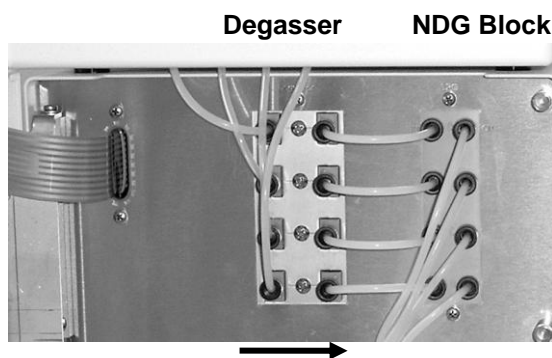
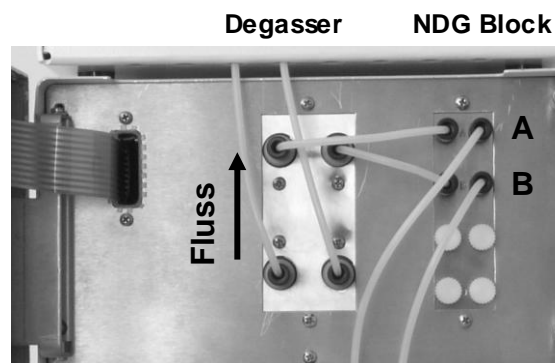

Abb. 6 Installation der Schlauchverbindungen, analytische Version
Abb. 7 Installation der Schlauchverbindungen, semipräp. Version
Abhängig vom Degassermodell (analytisch oder semipräparativ) stehen 4 bzw. 2 Kanäle zur Entgasung der mobilen Phase zur Verfügung. Hinter der Fronttür des Smartline Managers 5050 befinden sich in der Mitte die Anschlüsse zu den Degasserkammern. Jede Degasserkammer verfügt über einen Ein- und Ausgang. Bei der analytischen Degasserversion sind 4 Degasserkammern integriert, so dass bis zu 4 verschiedene Lösungsmittel gleichzeitig entgast werden können. Ein Richtungspfeil gibt den eindeutigen Anschluss der Kammern vor. Bei der analytischen Version werden die Kammern einzeln horizontal von links nach rechts angeschlossen, bei der semipräparativen Version werden beide Kammern vertikal von unten nach oben angeschlossen (siehe Abb. 6 und Abb. 7) Wird eine Degasserkammer nicht benutzt, so sollten die mitgelieferten Verschraubungen den Ein- und Ausgang der entsprechenden Kammer verschließen.
5. Schrauben Sie den Schlauch mit der blauen 1/4-28 Verschraubung in die Eingangsöffnung der Degasserkammer (vorzugsweise in den obersten Eingang = A). Die Verschraubung sollte nur per Hand angezogen werden. Dabei ist darauf zu achten, dass die Verschraubung nicht überdreht wird, was zu Beschädigungen und Undichtigkeiten führen kann. Je nachdem, ob der NDG Block des Smartline Managers 5050 zur Verfügung steht oder nicht, sind die entsprechenden Schlauchgrößen (für NDG Block: PTFE-Schlauch 0,11 m [P9170]; isokratisch: PTFE-Schlauch 0,30 m blau markiert [G0769]) auszuwählen, um sie mit dem Degasserausgang und dem NDG Block bzw. dem Pumpeneingang zu verbinden (siehe Abb. 6 und Abb. 7).